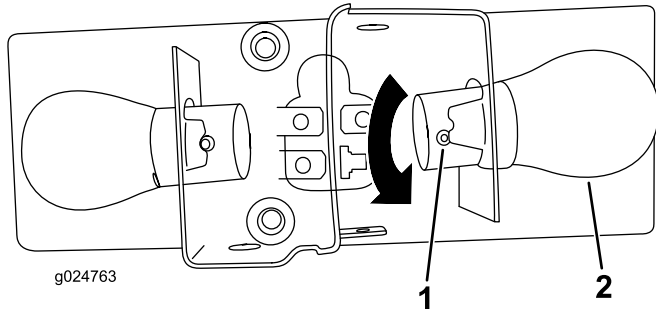

図 70
4. 電球についているピンを押しながら電球を左に回して抜き取る 図 70。
6. 新しい電球を押し付けながら挿入し、電球のピンがソケットのスロットの奥まで入るように右に回す 図 70。